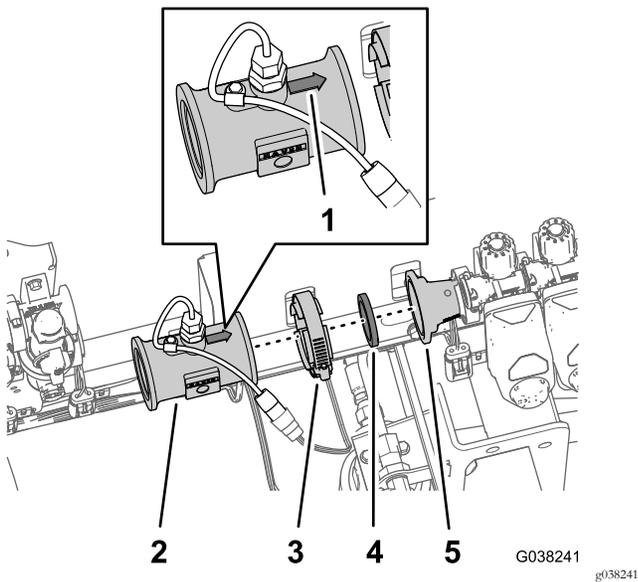

図 53
1. フローメータを、左散布バルブにある縮径アダプタに合わせる。フローメータの矢印が右を向くようにすること 図 53。
2. フローメータを縮径アダプタに取り付ける 図 53 ステップ 2 と 3 ブームバルブから水圧トランスデューサを外す (ページ 11) で外したガスケットとフランジクランプを使う。